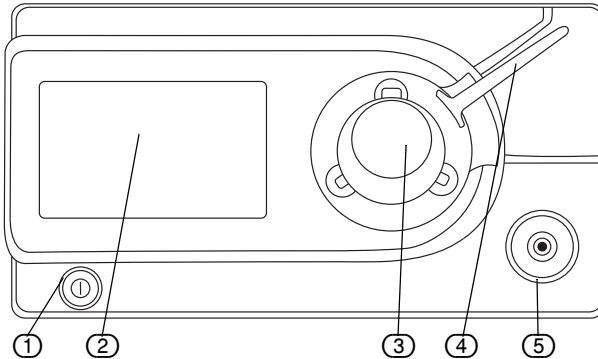

Fig. 5-1 Face avant d'appareil
4. Appuyez sur le commutateur **ON/OFF** (voir Fig. 5-1 "Face avant d'appareil"). L'appareil effectue maintenant une initialisation ainsi qu'un test automatique. L'indication du départ et une barre représentant la progression du test automatique s'affichent à l'écran.
Pour le **Standard Insufflation**, on raccorde un lot conventionnel de tubulures à la face avant de l'appareil (voir Fig. 5-1 "Face avant d'appareil", page 15 (5)). Les lots de tubulures pour les modes **Smoke Evacuation** et **AirSeal** sont raccordés à la douille du filtre placée sur la face avant de l'appareil (voir Fig. 5-1 "Face avant d'appareil", page 15 (3)).